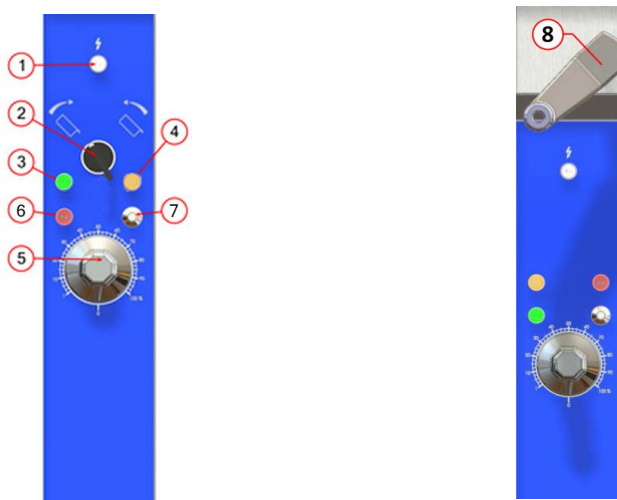

Fig. 1
1. Après avoir enclenché le disjoncteur auquel l'appareil est relié, le témoin de mise sous tension (Fig. 1 – Rep. 1) s'éclaire.
2. Tourner le doseur de puissance (Fig. 1 – Rep. 5), à la puissance désirée. Dès lors, le voyant vert (Fig. 1 – Rep. 3) s'éclaire.
3. Le voyant orange (Fig. 1 – Rep. 4) s'éclaire également, indiquant la chauffe de la cuve. Dès que la température est atteinte, il s'éteint.
Selon le modèle (Basculement par manivelle ou basculement par vérin), tourner la manivelle (Fig. 1 – Rep. 8) ou le commutateur (Fig. 1 – Rep. 2) vers la gauche, de façon à incliner la cuve.
Lorsque la cuve atteint le seuil de fin de course, le voyant rouge de défaut (Fig. 1 – Rep. 6) s'éclaire, indiquant le défaut et coupant la chauffe.
Pour réarmer l'ensemble de chauffe, il faut d'abord baisser la cuve (Tourner la manivelle ou le commutateur vers la droite), puis appuyer sur le poussoir de réarmement (Fig. 1 – Rep. 7)